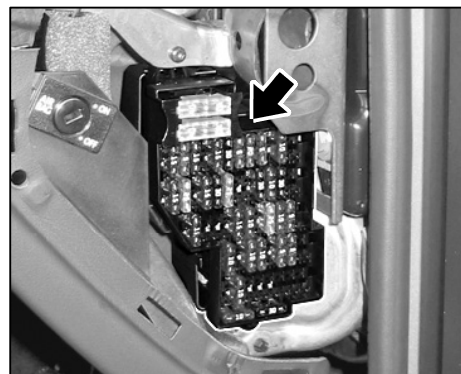

Bild 21
- 6.3 Sicherungsträger $\Rightarrow$ Bild 21 -**Pfeil**- von Schalttafel rechts ausbauen. $\Rightarrow$ Reparaturleitfaden '701219 Träger für Schalttafel aus- und einbauen'